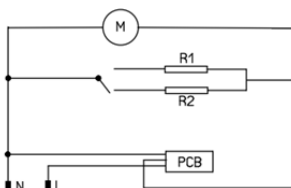

FIG 0
- ☐ Avant d'effectuer l'installation, vérifier si l'emplacement choisi se trouve bien à la distance de sécurité exigée par la réglementation CEI (Fig 0.) De cette façon, pour la version avec capteur, on pourra éviter les reflexes qui peuvent produire l'activation involontaire du sèche-mains et une bonne aération de l'appareil est conseillé.